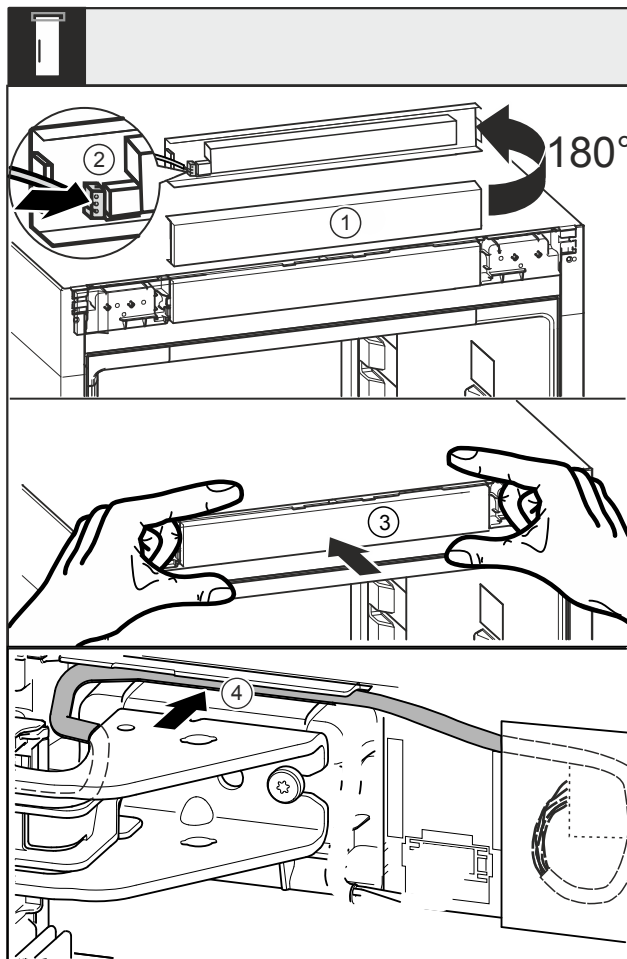

Fig. 45
- Okrenite masku Fig. 45 (1) za 180° prema gore.
- Uglavite utikač Fig. 45 (2) na masku s upravljačkim elementom.
- Masku Fig. 45 (3) ponovno uglavite na uređaju.
- Oprezno položite kabel u vodilicu Fig. 45 (4) iznad gornjeg podloška ležaja.